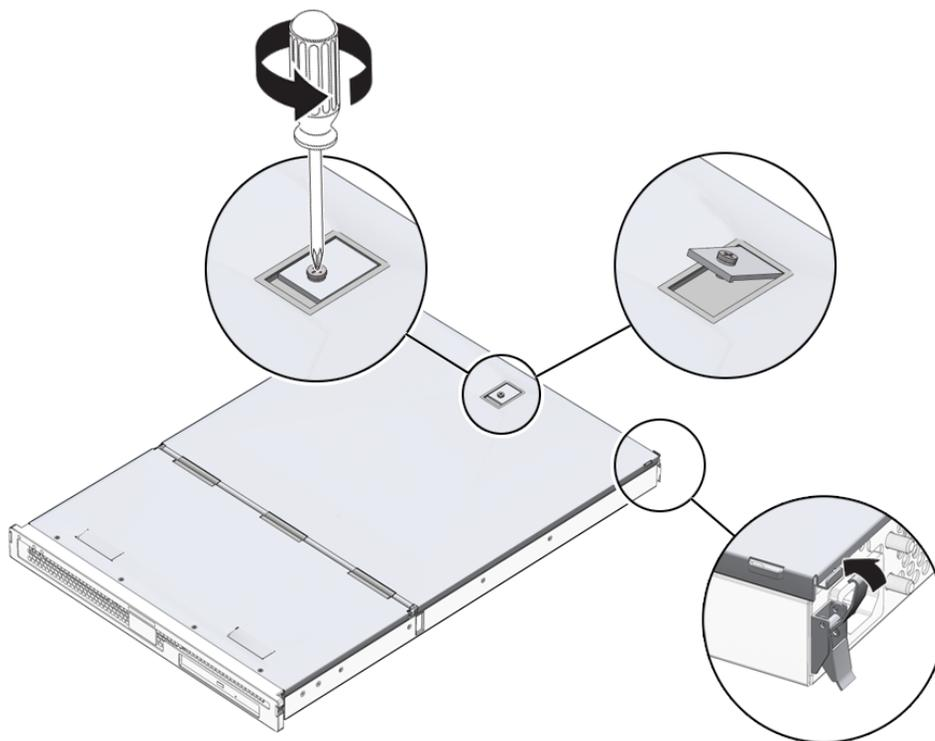

FIGURE 1-4 Emplacement de la vis captive et des mécanismes de fermeture latéraux sur la section arrière du capot
1. Repérez les loquets à l'arrière du serveur et ouvrez-les (FIGURE 1-4).
2. Dévissez la vis cruciforme captive située dans le mécanisme de fermeture sur le dessus du serveur (FIGURE 1-4).